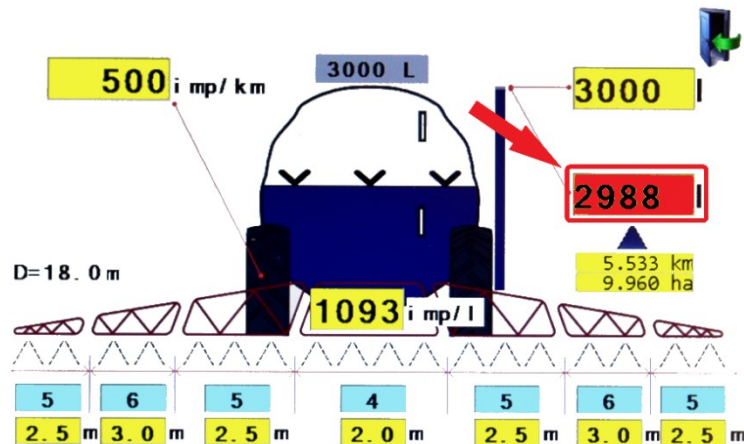

Bild 19
- Wenn sich die Werte unterscheiden, das Feld drücken, welches die aktuelle Menge anzeigt (Bild 19) und in das Fenster (Bild 20) die Referenz-/Realmenge des Spritzmittels eingeben.